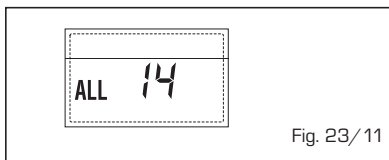

Fig. 23/11
- **ANOMALÍA DEL VENTILADOR "ALL 15"** (fig. 23/12)